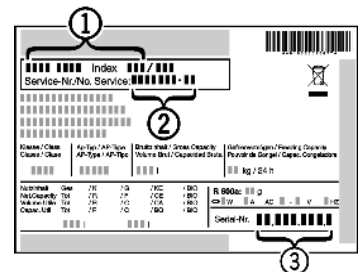

Fig. 4
- ▶ Relever la désignation de l'appareil *Fig. 4 (1)*, le n° de service *Fig. 4 (2)* et le n° de série *Fig. 4 (3)* sur la plaquette signalétique. Cette plaquette se trouve sur la paroi intérieure gauche de l'appareil.
- ▶ Informer le S.A.V. et lui communiquer la panne, la désignation de l'appareil *Fig. 4 (1)*, le n° de service *Fig. 4 (2)* et le n° de série *Fig. 4 (3)*.